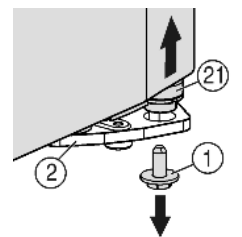
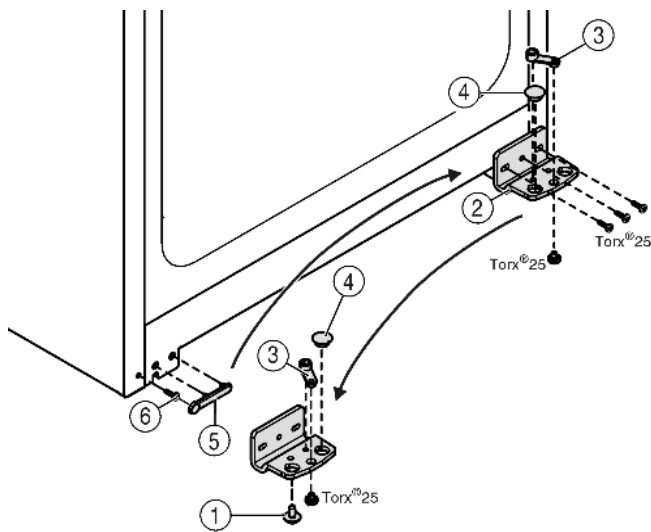

Fig. 5
Fig. 6
- ▶ Dévisser la vis de blocage du support d'appui Fig. 5 (1) en bas à droite.
- ▶ Le pivot d'appui Fig. 5 (21) se desserre du support d'appui Fig. 6 (2).
- ▶ Si le pivot d'appui *Fig. 5 (21)* ne se desserre pas, chasser le support par le bas.
- ▶ Dévisser le support d'appui *Fig. 6 (2)*.
- ▶ Dévisser l'élément pivotant *Fig. 6 (3)* et le permuter dans le trou opposé du support d'appui, revisser à fond.
- ▶ Retirer le bouchon *Fig. 6 (4)* du support d'appui et le placer dans le trou du côté opposé au support d'appui.
- ▶ Retirer le cache *Fig. 6 (5)* côté poignée avec précaution.
- ▶ Retirer la vis *Fig. 6 (6)* et la revisser sur le côté opposé.
- ▶ Remettre en place le cache *Fig. 6 (5)*.
- ▶ Revisser le support d'appui *Fig. 6 (2)* sur le nouveau côté charnière, en utilisant une visseuse sans fil si nécessaire, avec un couple de serrage de **4 Nm**.
- ▶ Visser la vis d'arrêt *Fig. 5 (1)* en bas dans le pivot d'arrêt et la serrer à fond (**avec 4 Nm**).